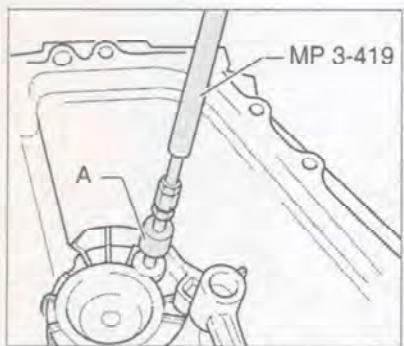

Рис. 7.95. Извлечение втулки малого роликоподшипника.
1. Извлеките втулку малого роликоподшипника с помощью съемника Kukko 21/1 (A) (рис. 7.95).